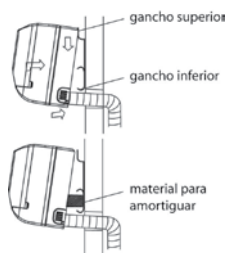

Ilustración 40
4.3. La instalación de la tubería puede ser realizada levantando la unidad interior con un material que amortigüe entre la unidad interior y la pared. Quitar este material al terminar la instalación. (Ilustración 40)